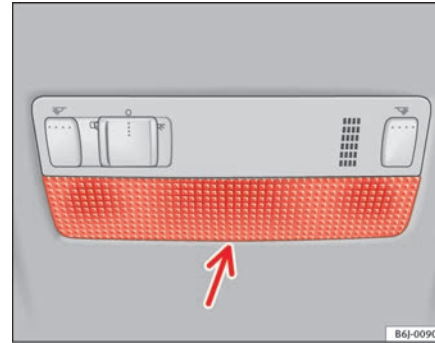

Abb. 159 Leseleuchte vorne
- Das flache Ende eines dünnen Schraubendrehers zwischen Gehäuse und Glas einführen ⇒ Abb. 159.